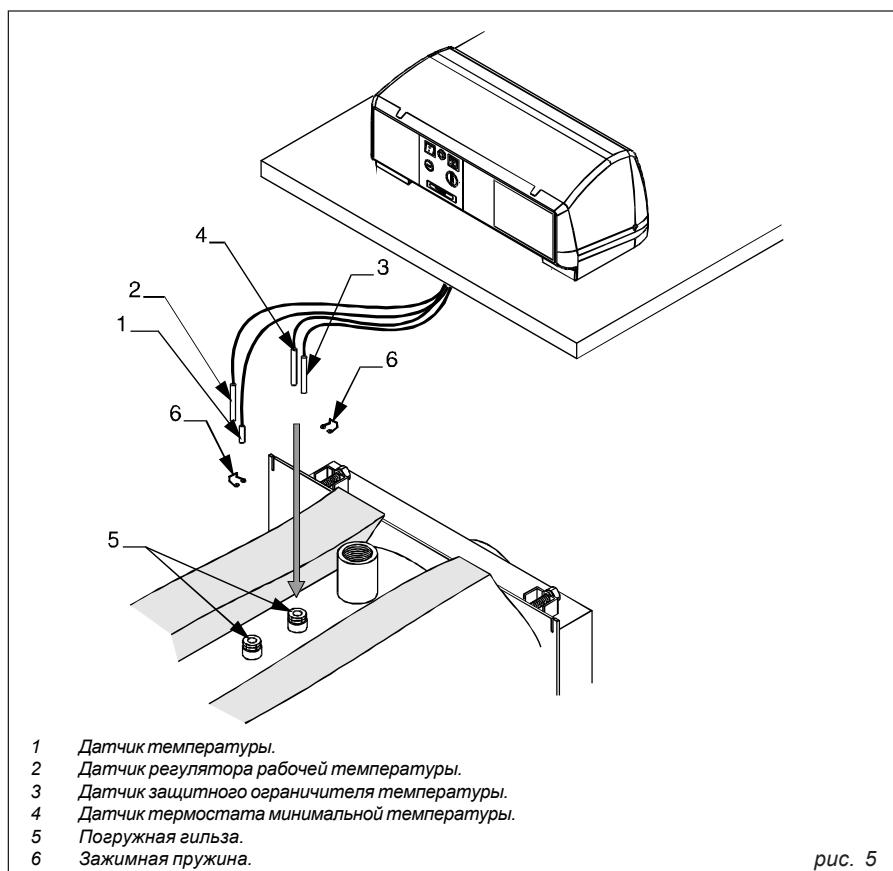

рис. 5
D) Вставьте в погружную гильзу датчики в последовательности, указанной на рис. 5, проводя их кабели через теплоизоляцию, предварительно сделав в нем необходимые разрезы. Соедините пульт управления с линией электропитания.